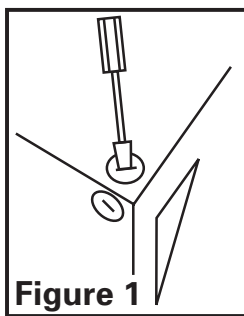

Figure 1
3. Sélectionner l'alvéole défonçable la mieux appropriée et l'enlever à l'aide d'un tournevis à lame plate (**Figure 1**).